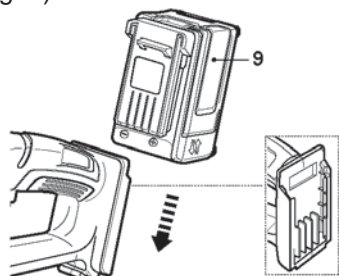

Fig. 8
- > Pour monter la batterie [9] sur l'appareil, alignez-la avec les rainures de montage de celui-ci puis faites-la coulisser jusqu'à ce qu'elle se verrouille en position (Fig. 8).